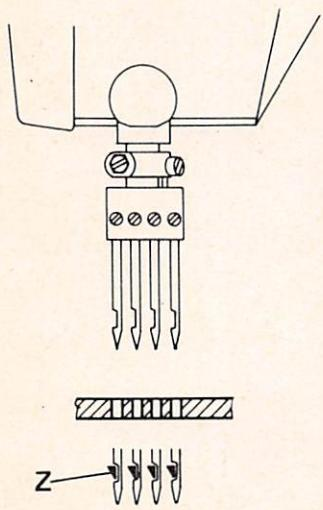

Fig. 25
- Posizionare i crochet Z in modo che, nella loro corsa, sfiorino gli aghi (fig. 25) e regolarli in modo che avanzando, entrino nello scalfo degli aghi nelle condizioni illustrate in fig. 26.
- Position loopers Z so that they just graze past the needles during their stroke (fig. 25) and adjust them so that they enter the groove of needles as they move forward, as shown in fig. 26